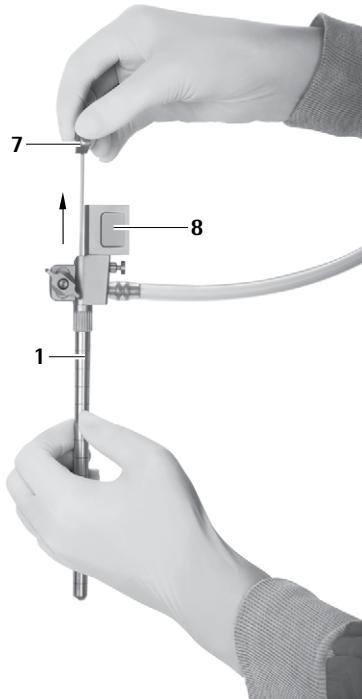

Fig. 9
- ▶ Retirer prudemment l'obturateur pour canal de travail ovale **7** hors du trocart MINOP InVent 1, voir Fig. 9.